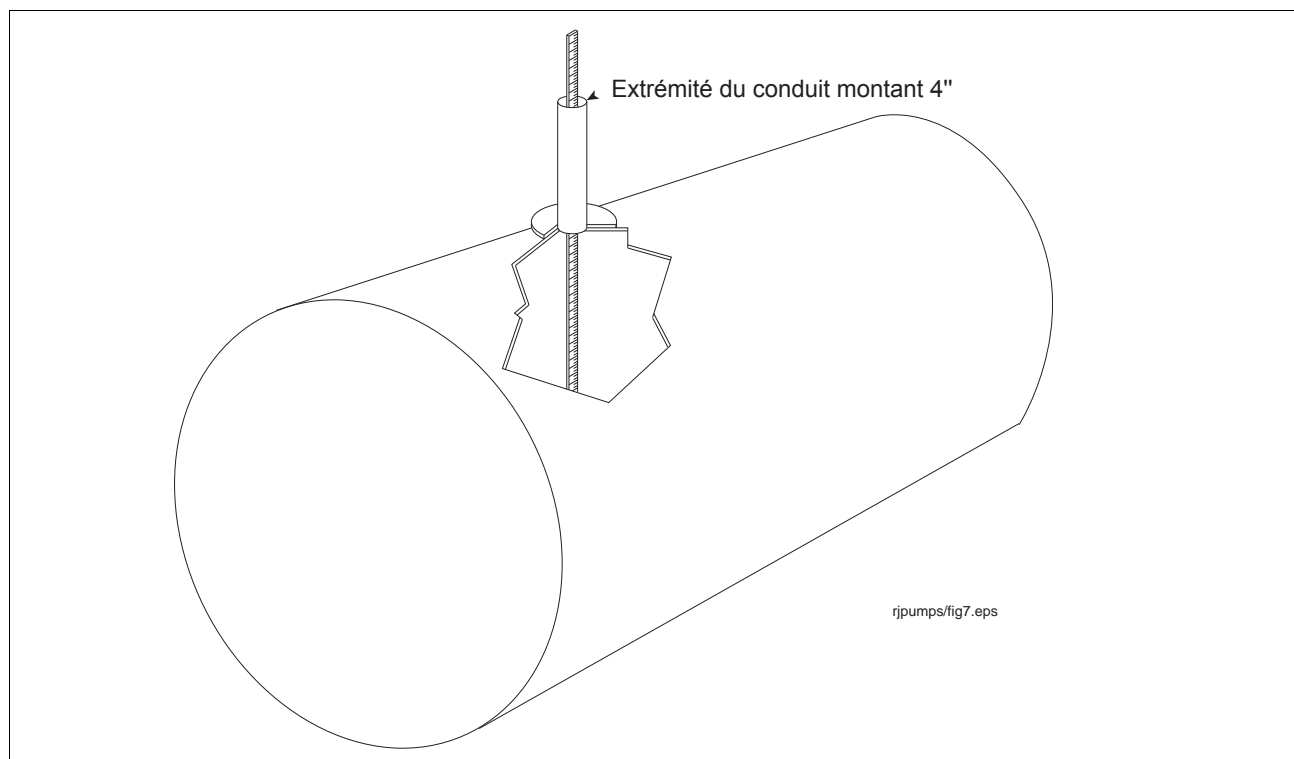

Figure 9. Mesurer le réservoir
2. Mesurer la distance entre le fond du réservoir et le haut du tuyau montant de 4 pouces, comme montré sur la Figure 9.